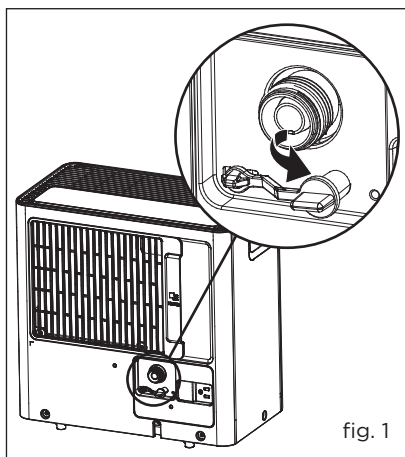

fig. 1
- b. Retirez le bouchon d'évacuation d'eau de la sortie de vidange arrière de l'appareil (fig. 1).